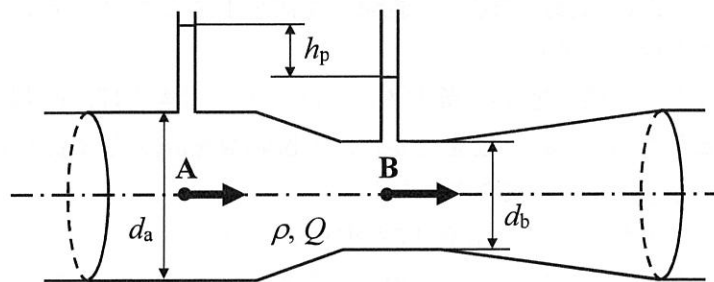
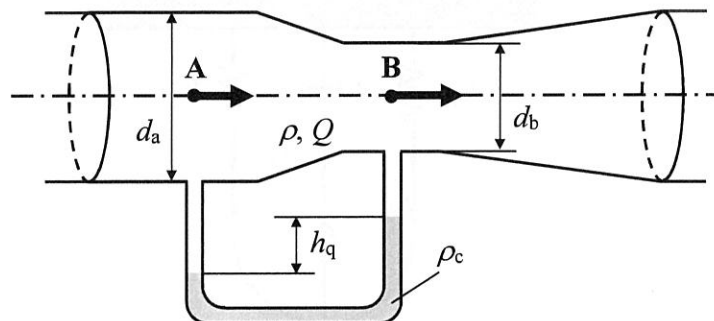

図4-1
図4-2
図4-1, 図4-2に示されるように, 断面積が変化する太管が水平に置かれ, その管内を密度 ρ , 体積流量 Q の完全流体が流れている. 図4-1の太管の上部には2本の細管が取り付けられており, 大気に開放されている. 一方, 図4-2の太管の下部には細いU字管が取り付けられており, その中には密度 ρ_c の液体が封入されている. いずれの図においても, 点Aの位置での太管の直径を d_a , 点Bの位置での太管の直径を d_b とすると, 以下の問いに答えなさい. ただし, 重力加速度を g とし, 管内における流体のエネルギー損失は無視できるものとする.
- (1) 図4-1における点Aでの流速 u_a を, d_a , Q を用いて表しなさい.
- (2) 図4-1における点Aと点Bでの圧力差 Δp を, d_a , d_b , Q , ρ を用いて表しなさい.
- (3) 図4-1の上流と下流の細管における液柱差 h_p を, d_a , d_b , Q を用いて表しなさい.
- (4) 図4-2のU字管における液柱差 h_q を, d_a , d_b , Q , ρ , ρ_c を用いて表しなさい.